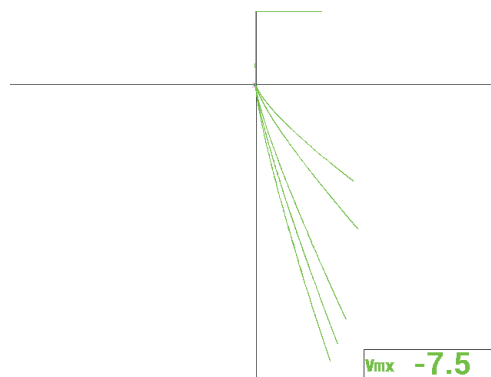

Abbildung 5-76 Anzeige des Leitfähigkeitseffekts und der magnetischen Leitfähigkeit
11. Drücken Sie die Taste FULL NEXT (→), um zum Vollbildschirmmodus zu schalten. Koppeln Sie die Sonde nach und nach an jede Probe, um den Leitfähigkeitseffekt und die magnetische Leitfähigkeit auf der Impedanz eben anzuzeigen (siehe Abbildung 5-76 auf Seite 196).